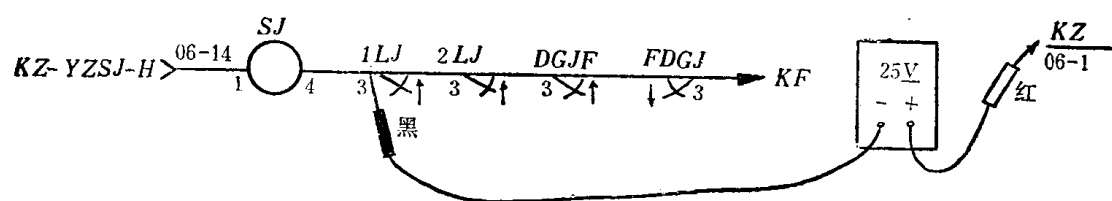

图 4
4. 步进电压法 就是在查找某种电源正（负）极时，万用表置于电压档，将就近借用组合侧面端子，组合架零层端子或控制台零层端子的某种电源负（正）极的表笔固定，另一表笔择优选点一步一步地移动测量，逐步缩小故障范围。例如查找“锁闭继电器SJ不励磁故障”，当用电压法测量SJ₁₋₄直流电压为零伏后，可用步进电压法进一步确定SJ₁₋₄是无KZ电源还是无KF电源，还是KZ、KF电源均无。先借KF电源测量SJ₁，如DC值为24伏，说明SJ₁有KZ电源；反之无KZ电源。再借KZ电源测量SJ₄，如DC值为24伏，说明SJ₄有KF电源；反之无KF电源。若SJ₄无KF电源，就应该将借KZ电源的万用表红表笔（正极）固定，用万用表黑表笔（负极）选点测量，见图4。